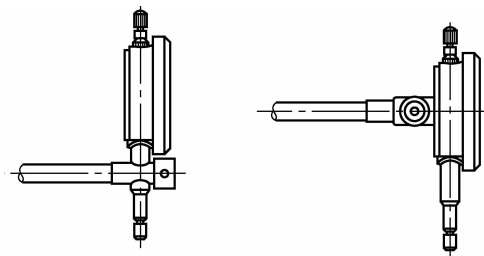

图 3-37 百分表安装方法
(3)使用百分表测量工件时,测量杆必须垂直于被测量表面,如图3-37所示。要保证测量杆的轴线与被测量尺寸的方向一致,否则将使测量杆不灵活或测量结果不准确。